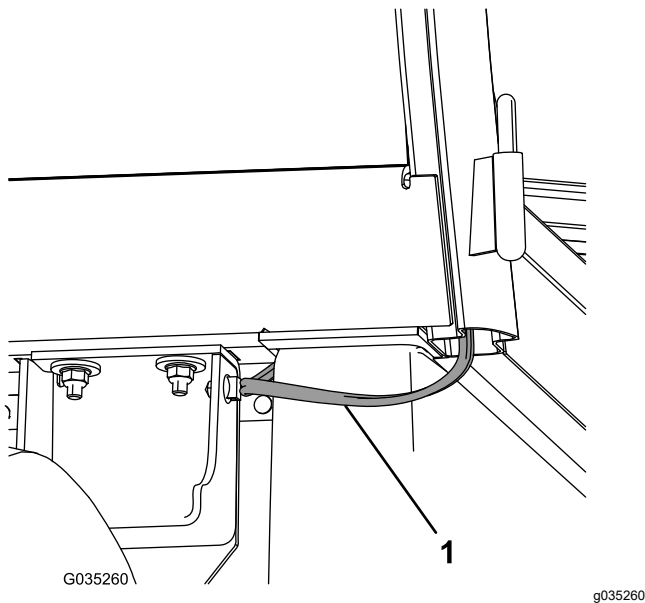

Figura 19
4. Enrute el arnés de cables por detrás de la cabina y por debajo del asiento, y sujete el clip del arnés de cables al panel lateral (Figura 19).
3. Enrute el arnés de cables por detrás de la cabina y por debajo del asiento, y sujete el clip del arnés de cables al panel lateral (Figura 19).